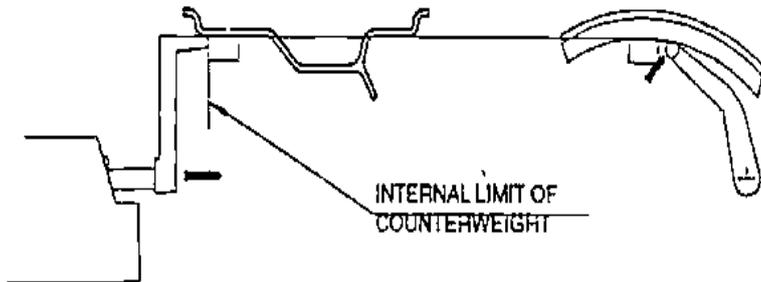
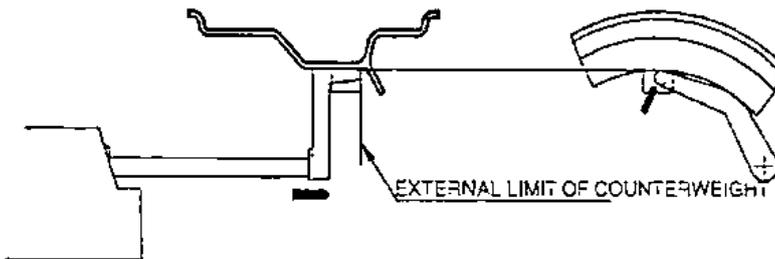

Рис. 4
Рис. 5
- Переместите датчик в положение, показанное на Рис. 4. После запоминания (Рис.2) снова переместите датчик, как показано на рис. 5, внутрь колеса.